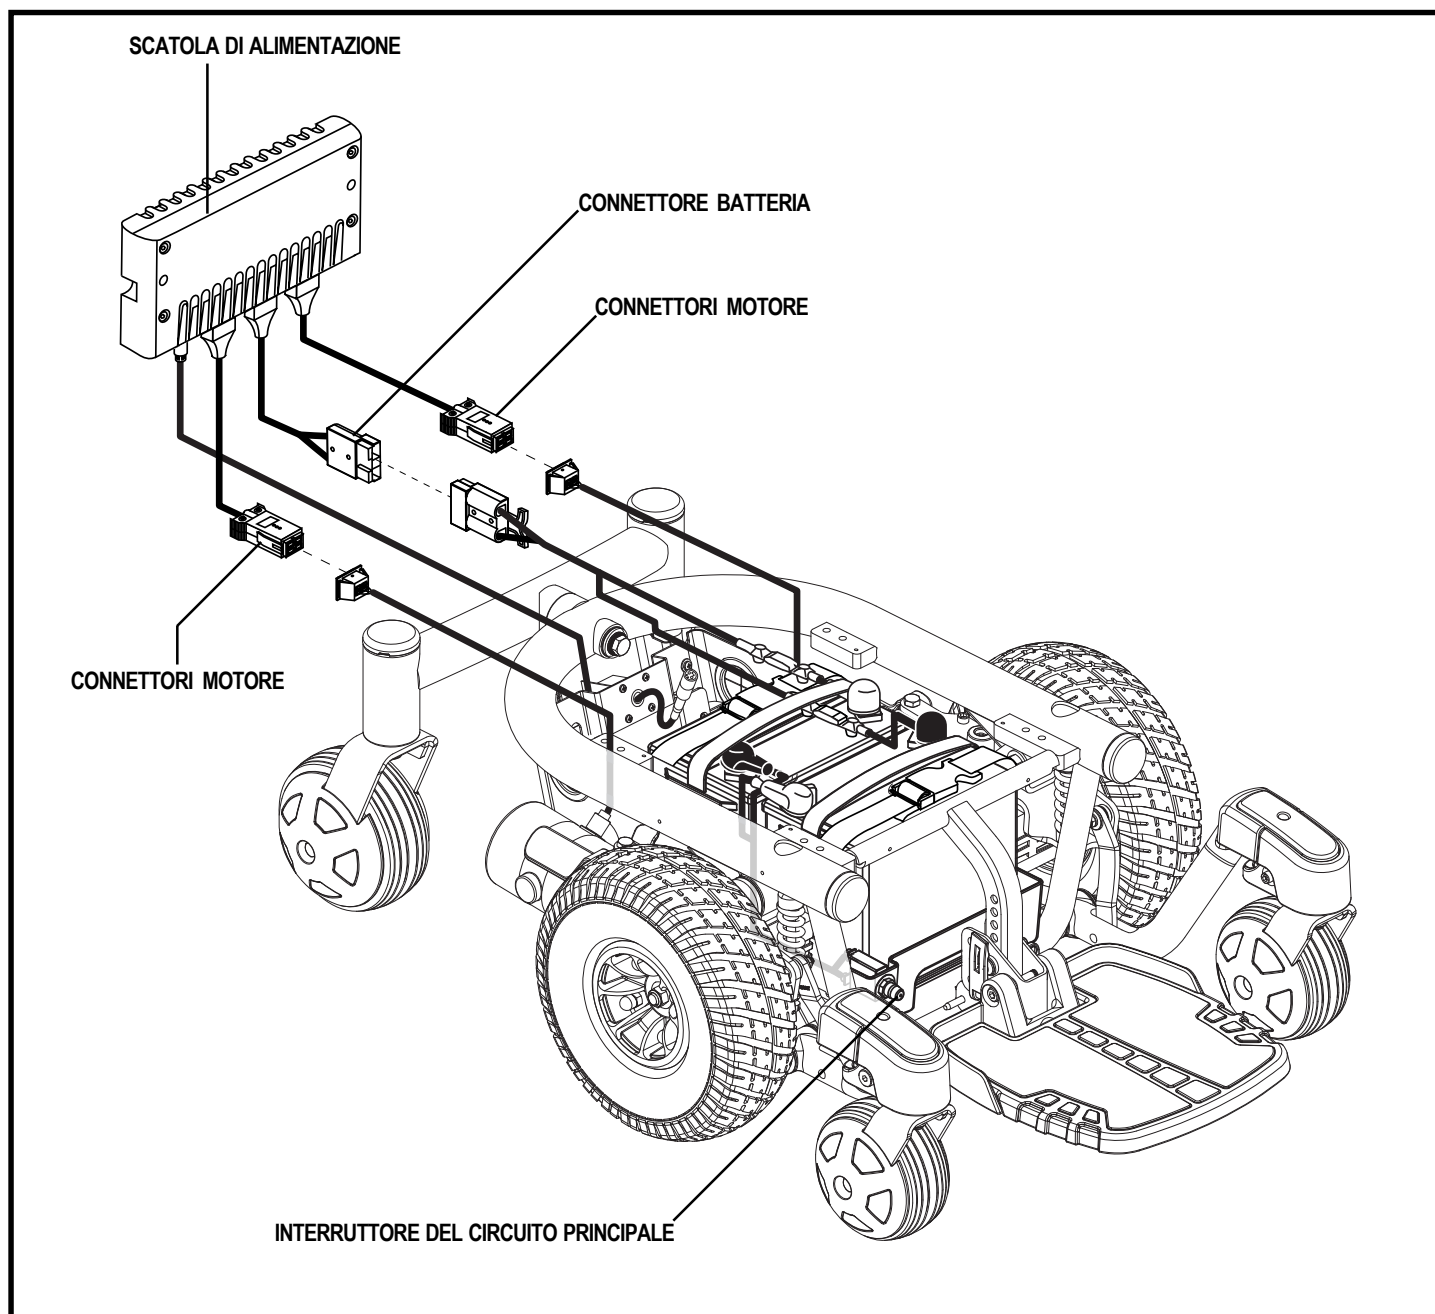

Figura 7. Componenti elettrici della Quantum 610 con Remote Plus
I componenti elettrici sono ubicati all'interno della base di alimentazione. L'interruttore del circuito principale si trova nella parte anteriore del vano batteria. I connettori della centralina sono ubicati all'interno della base di alimentazione. Vedere figura 7.
6. Collegare il connettore della centralina alla base elettronica. Vedere figura 7.
3. Scollegare la centralina dalla scatola di alimentazione. Vedere figura 7.